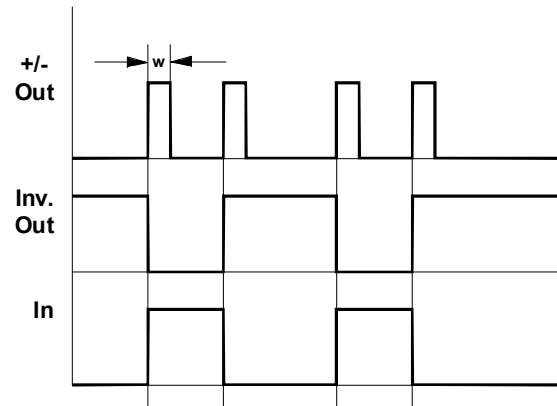

Abb. 1: Signalverhalten des A-165
③ Inv. Out
Das invertierte Trigger-Signal greifen Sie am **Ausgang ③** ab (s. Abb. 1).
④ +/- Out
Am **Ausgang ④** stehen die bei der positiven und negativen Flanke des Trigger-Signals generierten Trigger-Impulse (Pulsdauer w : ca. 50 ms) zur Verfügung (s. Abb. 1).